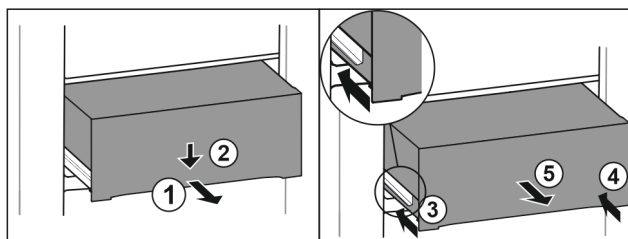

Fig. 97
- Schubfach halb herausziehen. Fig. 97 (1)
- Schubfach an der Vorderseite nach unten drücken. Fig. 97 (2)
- Linke Schiene etwa 2 cm einschieben. Fig. 97 (3)
- Rechte Schiene etwa 2 cm einschieben. Fig. 97 (4)
- Schubfach nach vorne entnehmen. Fig. 97 (5)